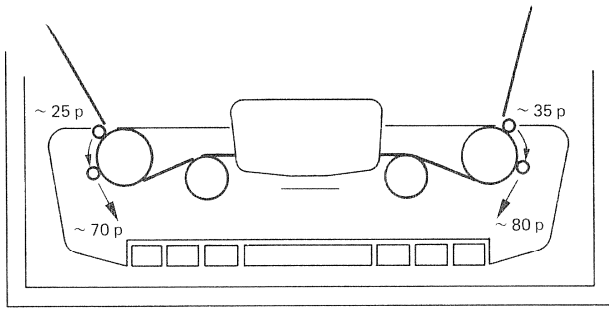

Fig. 4.1.-7
The pinch roller must be removed from the pressure arm. Move the plunger of the solenoid ⑥ by hand. Measure the clearance between the capstan motor shaft and the pressure arm shaft (fig. 4.1.-6). This clearance must be adjusted to 15 mm (+ 0.4/-0 mm), by means of spacers between the solenoid ⑥ and its mounting bracket.
Die Gummi-Rolle muss vom Andruckarm entfernt werden. Den CUE-Magneten ⑦ von Hand betätigen. Zwischen Tonmotorachse und Andruckarmachse muss der Abstand  $a$  (Fig. 4.1.-6) auf 20 mm (+0,4/-0 mm) eingestellt werden, mittels Distanzplättchen unter dem CUE-Magneten ⑦.